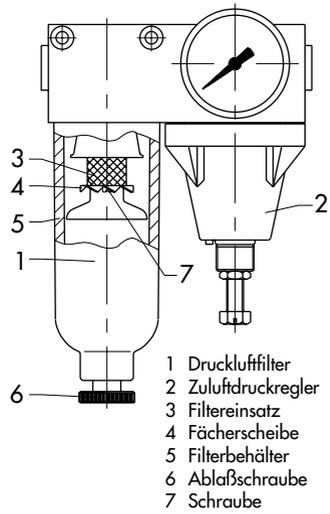

Bild 5 · Zuluftdruckreglerstation
Zuluftdruckregelstation (Bild 5)
Bei der Zuluftregelstation (Bild 5) empfiehlt es sich, den Filter möglichst oft zu kontrollieren. Angesammelte Flüssigkeit durch Lösen der Ablassschraube (6) ablaufen lassen.